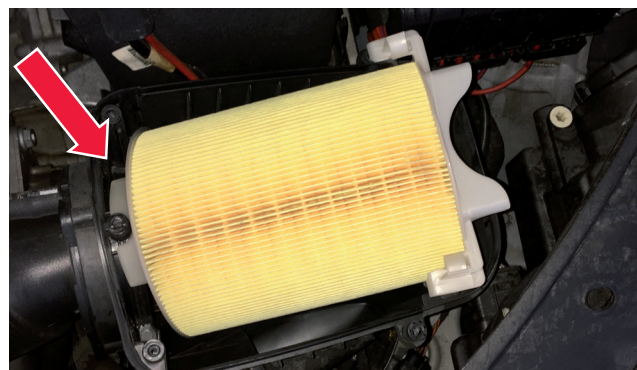

Figure 2 : étape 1 du montage : insertion du côté gauche
1. Insérez d'abord le côté gauche dans le boîtier (figure 2).